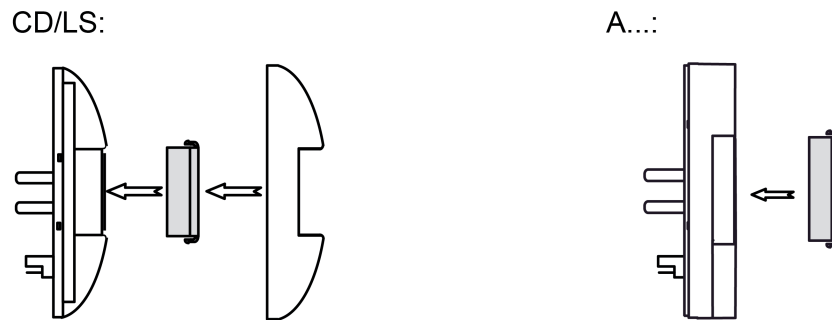

Bild 13: Montage Blende bei Programmen CD/LS und A zur Einschränkung des Erfassungsbereichs
- Blende für linke oder rechte Seite des Gerätes montieren (Bild 13).
- Blende von vorne direkt auf die linke oder rechte Seite des Geräts montieren (Bild 13).